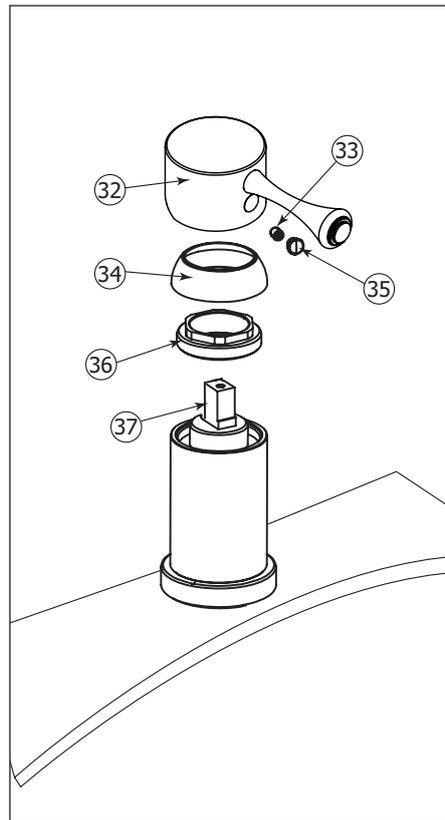

Fig.7
- Start by shutting off water supply lines and then turning on water to drain the faucet. To replace the cartridge (37), pull out the handle (32) by removing the cap (35) and the set screw (33) first. Afterwards, remove the dome cap (34) and the retainer ring (36).
- Replace with new cartridge and reassemble by reversing steps. Fig.7.
- Premièrement, couper l'alimentation d'eau et ouvrir l'eau par la poignée du robinet pour le vider. Pour remplacer la cartouche (37), enlever la poignée (32) en retirant le capuchon de finition (35) et la vis de retenue (33). Démontez ensuite le capuchon en dôme (34) et l'anneau de retenue (36).
- Remplacer la cartouche avec la nouvelle et puis inverser les étapes pour le réassemblage. Fig.7.